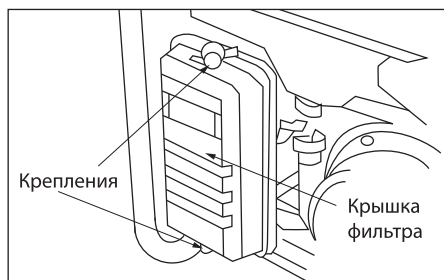

Рис. 24
1. Откройте крышку воздушного фильтра (рис. 24).